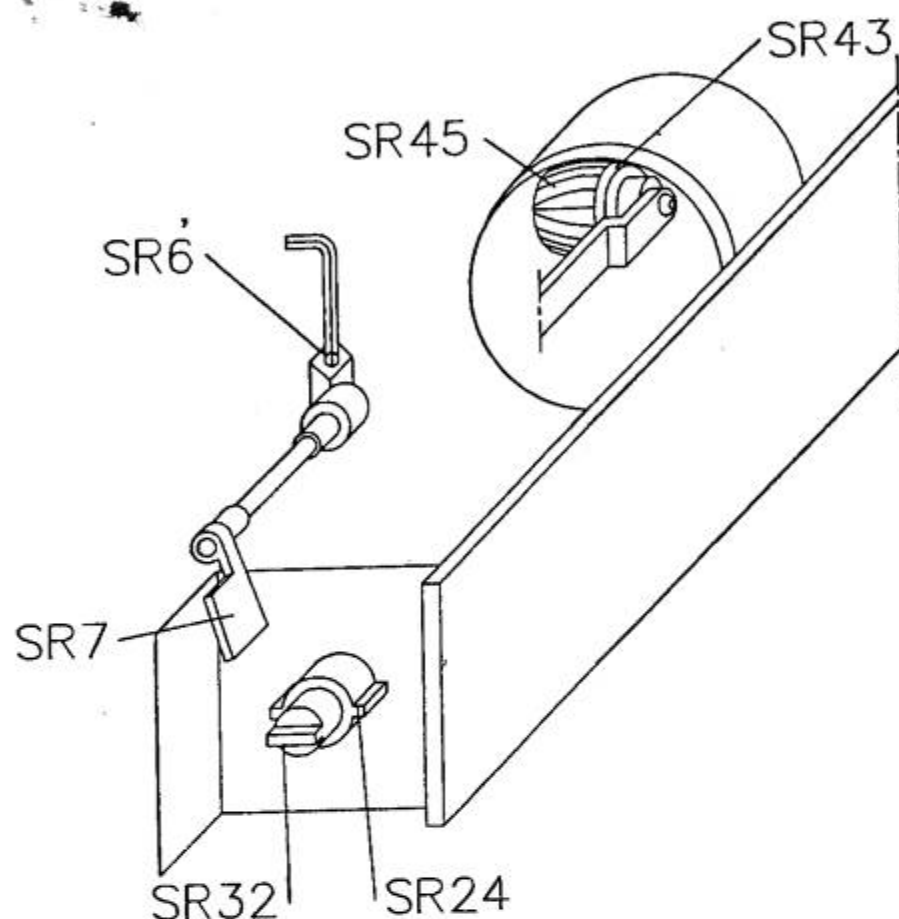

fig. 14
8.11. REGOLAZIONE DEL RULLO TRASPORTATORE fig. 14